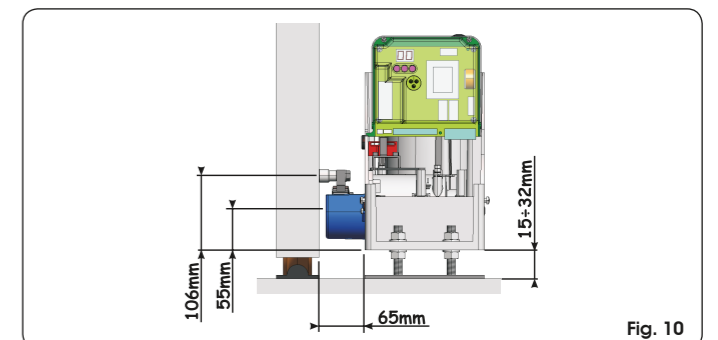

Fig. 10
- Regule la altura de las patas y la distancia de la cancela tomando como referencia la Fig. 10.